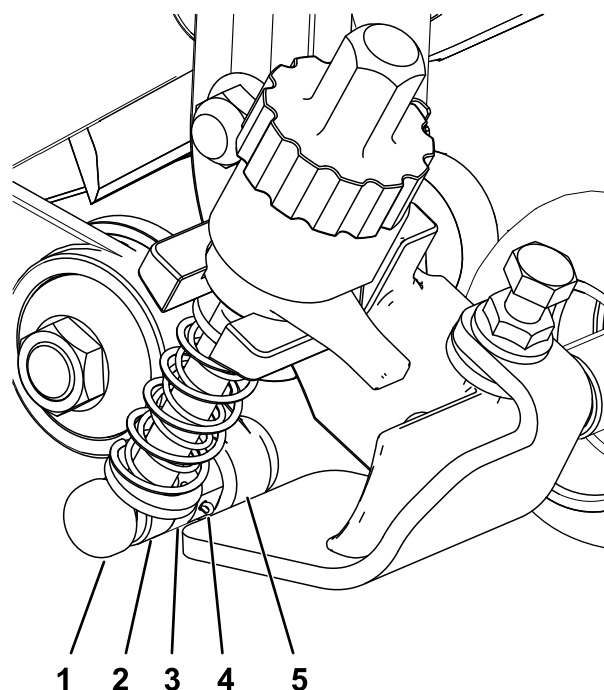

Figure 13
6. Le cylindre étant bloqué, serrez la tête hexagonale de l'arbre du boîtier d'entraînement à un couple de 135 à 150 N·m ; voir Figure 13.
3. Sur l'ensemble de tension, alignez la tige du bras de réglage du support de hauteur de coupe et le manchon d'ajustement, et fixez-la avec une goupille de réglage et une goupille fendue (Figure 13).